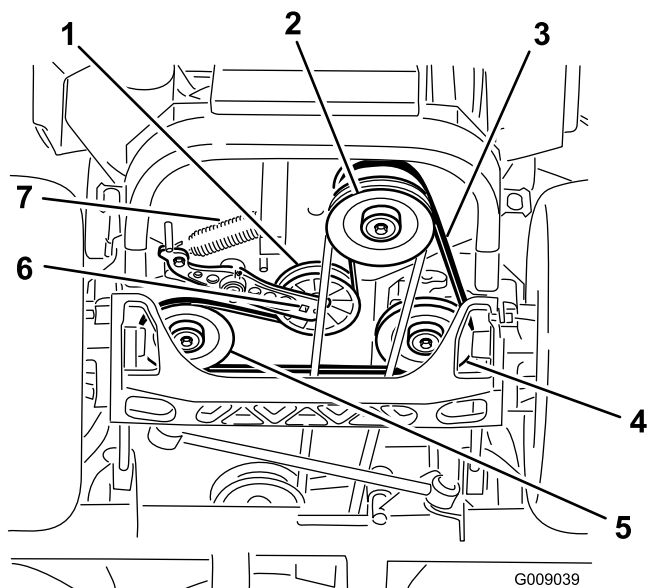

Figure 75
4. Soulevez la machine sur des chandelles (Figure 75).
5. Insérez un rochet dans le trou carré du bras de la poulie de tension pour déposer le ressort de la poulie de tension (Figure 75).
6. Décrochez le ressort de la poulie de tension du châssis (Figure 75).
9. Insérez un rochet dans le trou carré du bras de la poulie de tension pour installer le ressort de la poulie de tension sur le châssis (Figure 75).